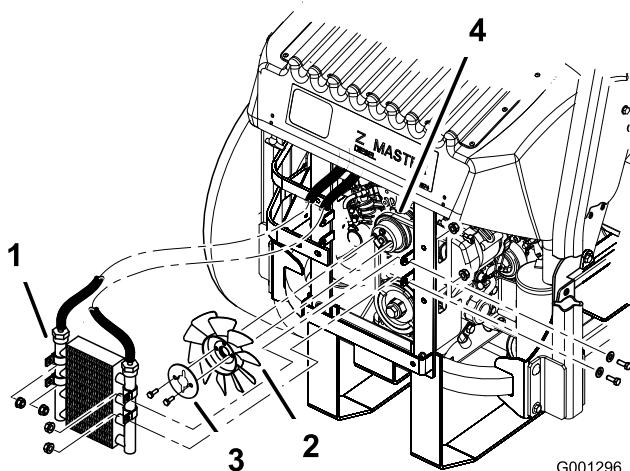

Figure 61
5. Enlevez les 4 boulons de fixation du refroidisseur dhuile et placez ce dernier sur le côté (Figure 61).
6. Enlevez les 2 boulons qui fixent le ventilateur et la plaque du ventilateur à la machine (Figure 61).
10. Montez le ventilateur et sa plaque sur la machine au moyen des 2 boulons retirés précédemment (Figure 61).
11. Remontez le refroidisseur dhuile au moyen des 4 boulons retirés précédemment (Figure 61).